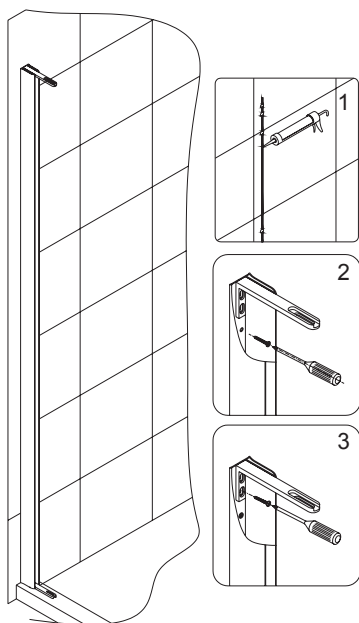

Рис. 2
2. Используйте силиконовый герметик вокруг просверленных отверстий в стене. Нажмите поворотный фиксатор **(8)**, расположенный сверху и внизу настенного профиля для стеклянной двери **(1)**. Прикрепите настенный профиль к стене с помощью шурупа с круглой головкой ST4.2×30 **(17)**. *См. рис. 2 для более подробной информации.*